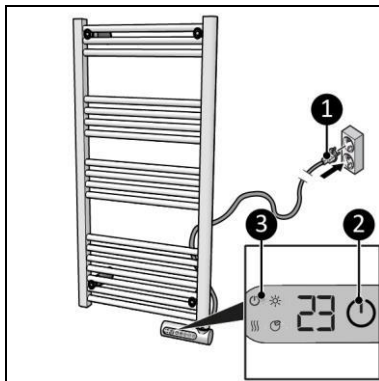

Figure 10
2. Insérez la fiche d'alimentation (figure 10, pos. 1) dans une prise murale et facilement accessible. Utilisez une prise murale d'une puissance minimale de 800 watts.
3. Le témoin ON/OFF s'allume (figure 10, pos. 3).
1. Appuyez sur la touche ON/OFF pour allumer l'appareil (figure 10, pos. 2). L'écran affiche la température réglée.
1. Appuyez sur la touche ON/OFF (figure 10, pos. 2) pour mettre l'appareil en mode veille.
2. Retirez la fiche d'alimentation de la prise de courant (figure 10, pos. 1).